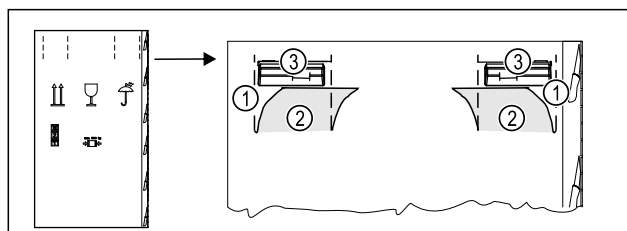

Fig. 5
- ▶ Vtlačte obalový kartón hore na perforácii Fig. 5 (1).
- ▶ Vytiahnite vtlačené spony Fig. 5 (2).
- ▶ Držadlo Fig. 5 (3) vpravo a vľavo je viditeľné.
- ▶ Držte zariadenie za držadlá Fig. 5 (3).